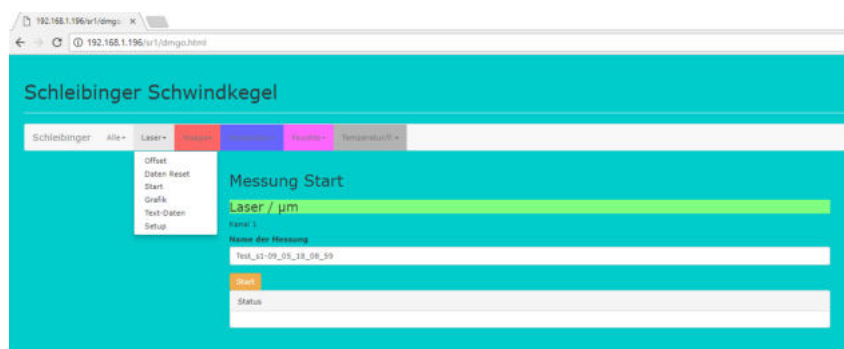

Abbildung 20: Start der Messung
- Klicken Sie auf den Menüpunkt **Start** (Abb. 20).